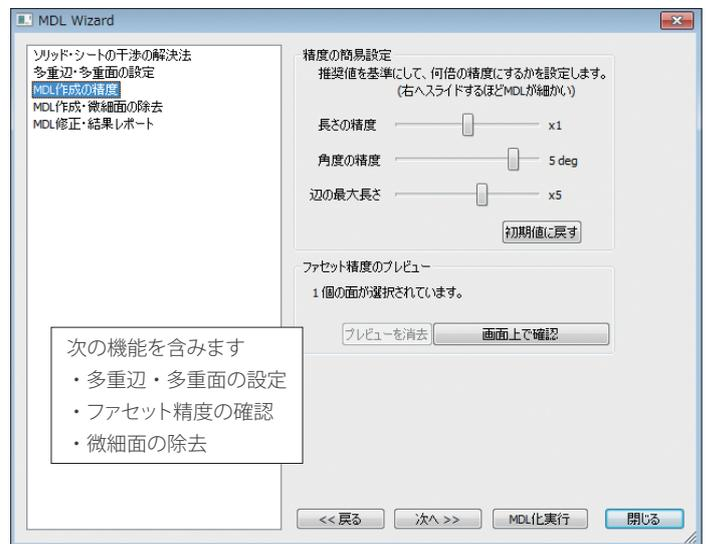

図2 MDLウィザード画面
(2) モデル作成の機能にはSCRUYU/TetraのPrimeモードおよびCADthruの機能を導入しています。そのため、これまでと同じ手順で部品形状の修正などを行うことができます。特に重要な点として、解析モデルを構築するためのウィザード画面（MDLウィザード・図2）を用意しています。このMDLウィザードはSCRUYU/Tetraでも採用していましたが、scFLOWに向けて機能強化を行っています。プレビューや微細面の除去などの新機能により、スムーズに解析モデルを構築することができます。
(3) 解析条件の設定機能は全く新しいものとなっています。方針としてはCAD情報を生かす方向で機能強化しています。SCRUYU/Tetraでは部品（閉空間）や物性に番号が振られており、その番号を指定して条件設定を行う必要がありました。scFLOWではそれらの番号を意識することなく物性や条件をCAD部品に直接設定することが可能になっています。また、不連続接合を行う面や回転移動の回転軸などを部品形状から自動で認識する機能